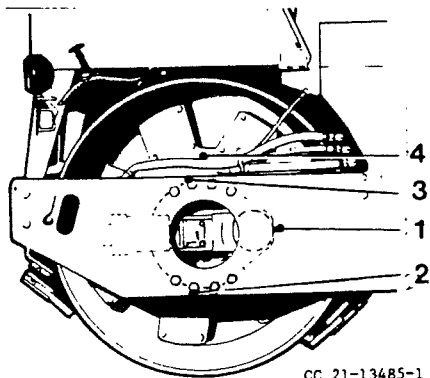

Fig 8 Valsväxel Renondin
Torka rent kring nippeln (4) fig 8 (bakre valsväxeln) och smörj med fett Δ , 5 pumpslag. Smörj på motsvarande sätt nippeln på främre valsväxeln.